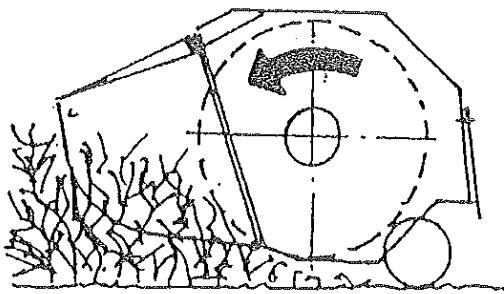

図 10
- ・ 灌木、小枝等を刈り取る場合、ナイフ回転は(図 10) のようになります。